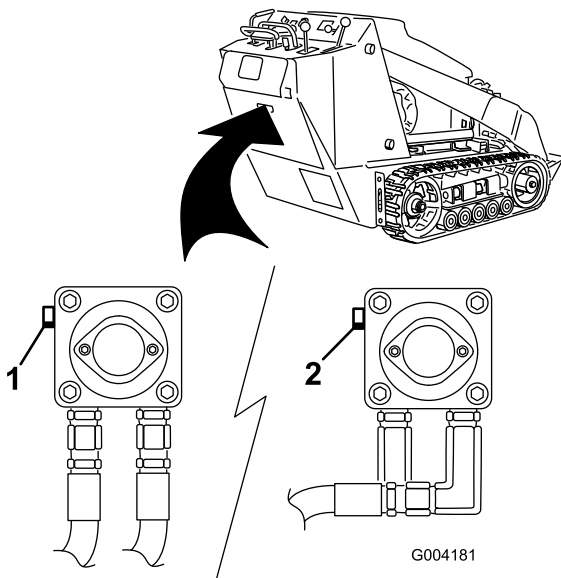

Bild 17
3. Drehen Sie die Schleppventile auf der Hydraulikölpumpe mit einem Schraubenschlüssel zweimal nach links (Bild 17).